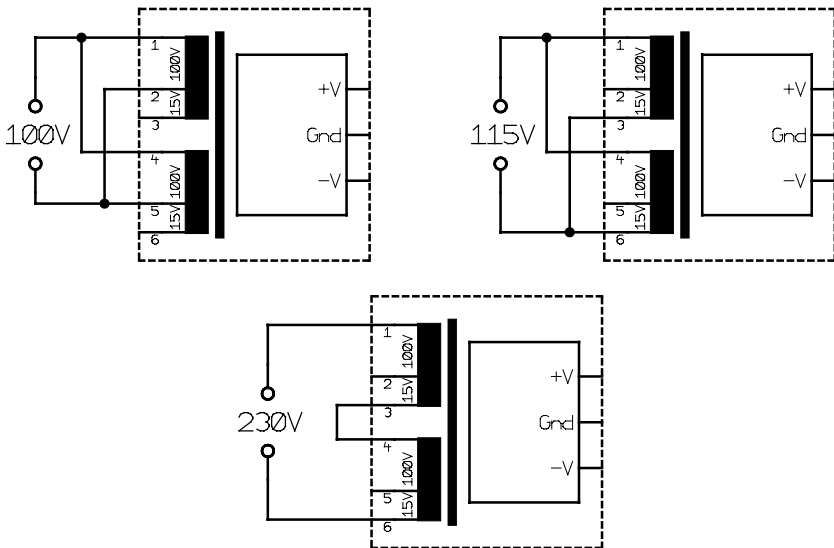
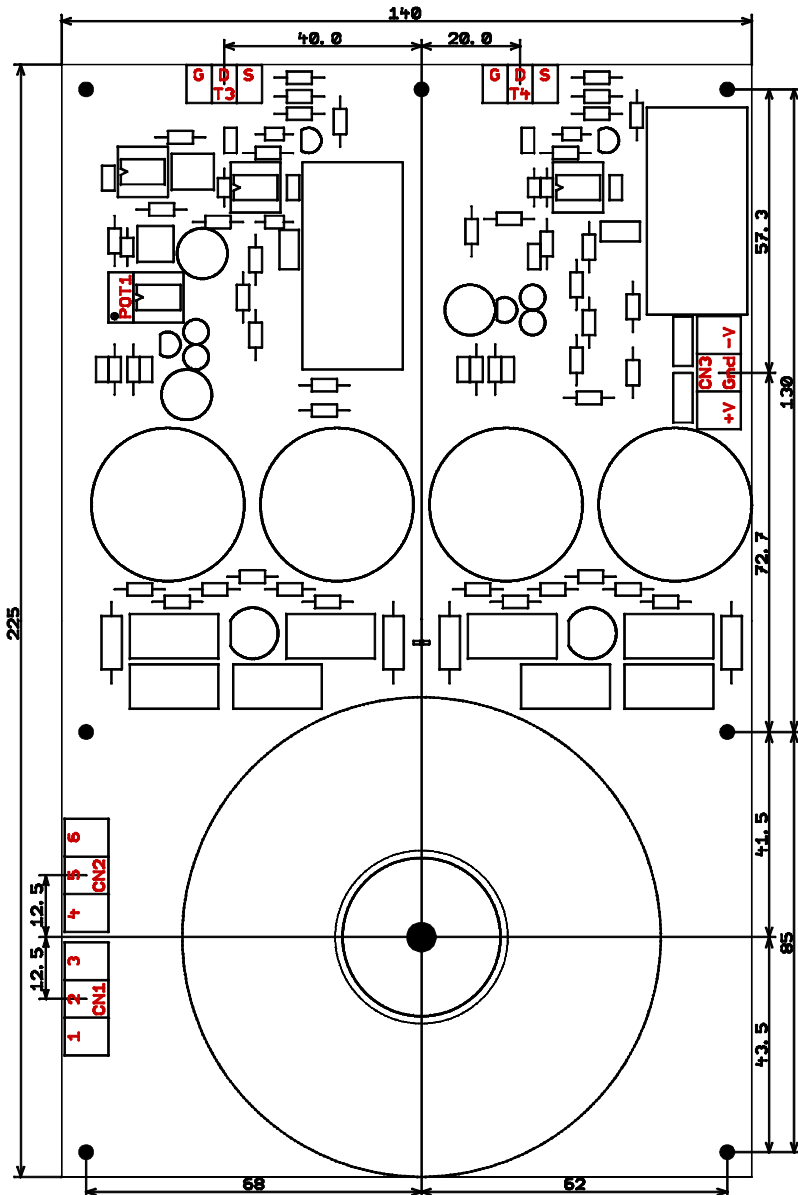
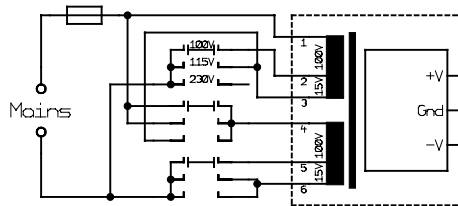
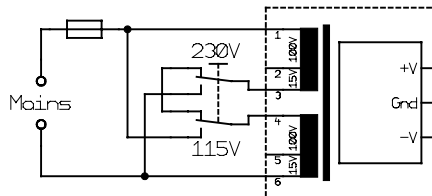

Abb. 1. Anschluss der Netzspannung an die Module der Reihe OF-PSU-B.
Abb. 2. Anschlüsse und Abmessungen der Module der Reihe OF-PSU-B.
Abb. 19. Umschaltung des Nennwertes der Netzspannung mit einem Spannungswahlschalter.
Abb. 20. Umschaltung des Nennwertes der Netzspannung zwischen 115 V und 230 V (USA/Europa) mit einem Spannungswahlschalter.
- Abstand der Befestigungslöcher: siehe Abb. 2
Die Module der Reihe OF-PSU verfügen über insgesamt 9 Anschlüsse in Form von drei Schraubenklemmen (siehe Abb. 2). Die sechs Eingangsanschlüsse (Klemmen CN1 und CN2) ermöglichen das Umschalten der Netzspannung zwischen 100 V, 115 V und 230 V (siehe Abb. 1). Die stabilisierte Ausgangsspannung ist an die Klemme CN3 angeschlossen.
Die Module der Reihe OF-PSU-B dürfen ausschließlich mit einem externen Kühlkörper betrieben werden. Vor der Inbetriebnahme müssen die Module mechanisch befestigt werden und die Leistungstransistoren (T3 und T4 in Abb. 2) müssen mit Hilfe des mitgelieferten Montagematerials an einen geeigneten Kühlkörper isoliert angebracht werden. Der Kühlkörper soll so dimensioniert werden, dass er bei einem eventuellen Kurzschluss auf dem Ausgang die maximale Verlustleistung beider Leistungstransistoren von etwa 120 W abstrahlen kann.
Die Netzleitung wird je nach dem Nennwert der Netzspannung an die Schraubenklemmen CN1 und CN2 angeschlossen (siehe Abb. 1). Zur Umschaltung des Nennwertes der Netzspannung kann ein Spannungswahlschalter eingesetzt werden (siehe Abb. 19 und Abb. 20). Die Module der Reihe OF-PSU-B sind für den Einsatz in komplexeren Geräten vorgesehen und verfügen daher selbst über keine Sicherung der Netzspannung. Das komplette Gerät muss jedoch mit einer entsprechenden Sicherung ausgestattet sein (siehe Tab. 1).
Nach dem Einschalten der Netzspannung kann der genaue Wert der Ausgangsspannung mit Hilfe des Potentiometers POT1 (siehe Abb. 2) eingestellt werden. Bei der Einstellung ist die Zeitkonstante der Refe-
- ! **Vorsicht:** Die Manipulation mit dem Modul bei geöffnetem Gerätegehäuse darf nur von geschultem Personal durchgeführt werden. Die Einstellung der Ausgangsspannung (POT1 in Abb. 2) darf nur mit isoliertem Werkzeug erfolgen. An den Kondensatoren des Moduls kann noch einige Minuten nach dem Abschalten des Moduls hohe Spannung anliegen.